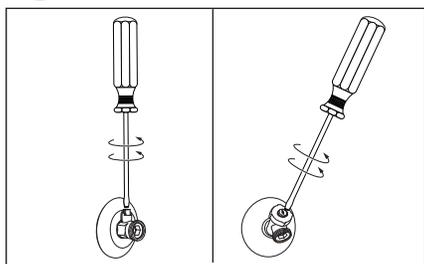

Figure 27 - Ouvrir le robinet de vidange
- Appuyer sur le bouton de réarmement ECO rouge. Voir Figure 27.